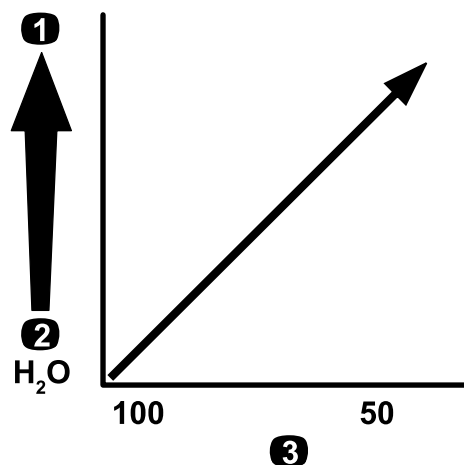

Рисунок 80
**Внимание:** При распылении химикатов с более высокой вязкостью (более плотных) или растворов со смачивающимися порошками может потребоваться применение более грубого сетчатого фильтра для приобретаемого отдельно фильтра наконечника; см. Рисунок 80.